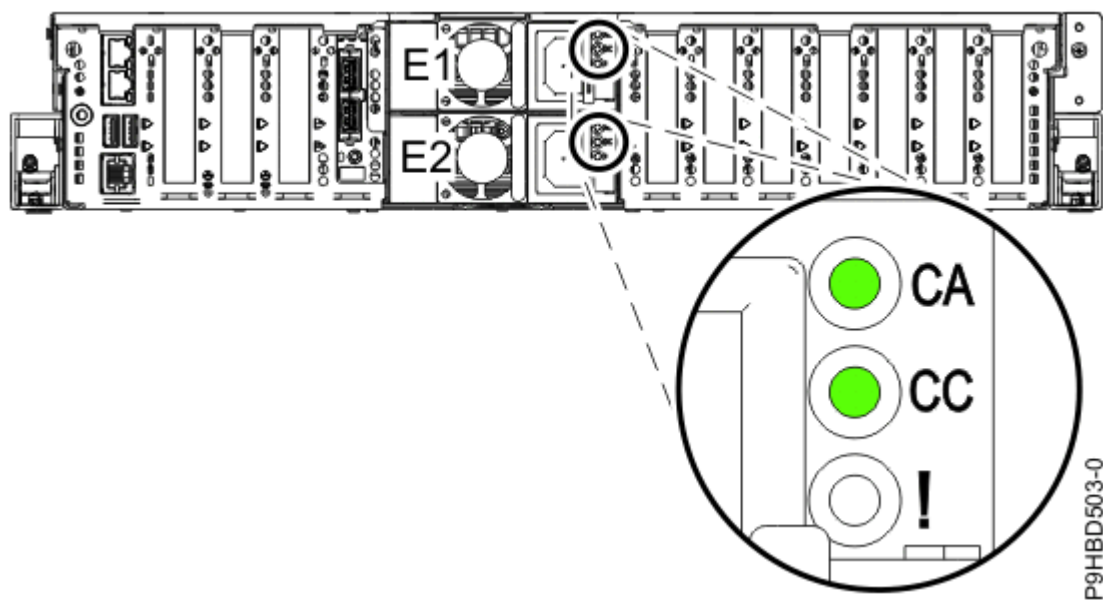

Figura 7. LED d'una font d'alimentació en funcionament
5. Fixeu-vos en l'estat dels LED de la font d'alimentació que s'ha substituït; consulteu la Figura 7 a la pàgina 9.